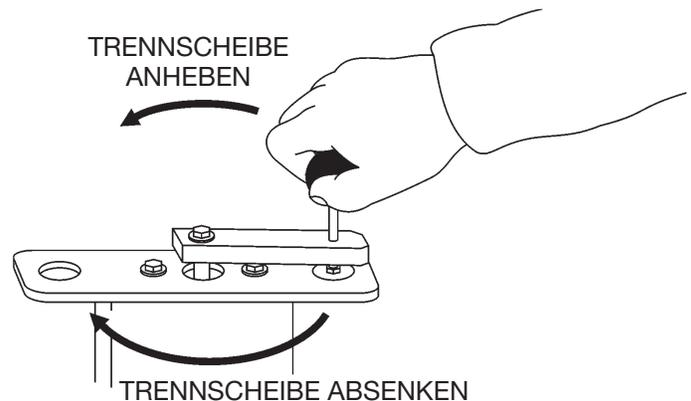

Abb. 21. Einstellen der Schnittiefe
Der Fugenschneider SP2 CE verwendet eine auf der Konsole befindliche **Stellkurbel** zum Absenken/Anheben der Trennscheibe. Drehen im **Uhrzeigersinn**: Absenken. Drehen im **Gegenuhrzeigersinn**: Anheben (Abb. 21).
2. Kurbel im **Uhrzeigersinn** drehen um die Trennscheibe **abzusenken**. Kurbel im **Gegenuhrzeigersinn** drehen um die Trennscheibe **anzuheben** (Abb. 21). Die Kurbel wird bei Erreichen der höchsten bzw. tiefsten Position der Trennscheibe gestoppt.